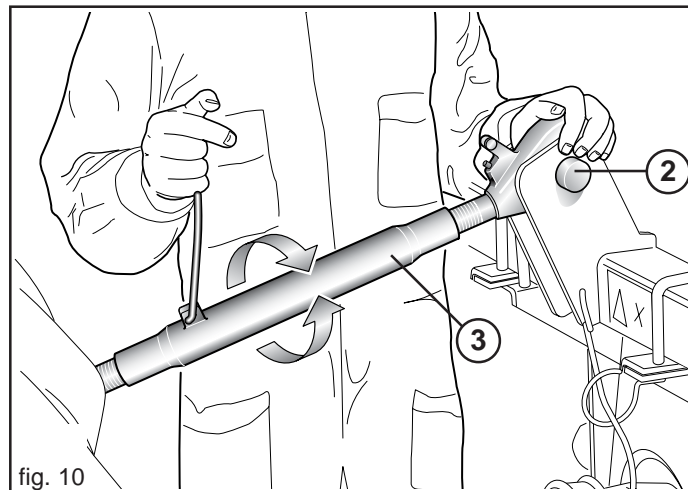
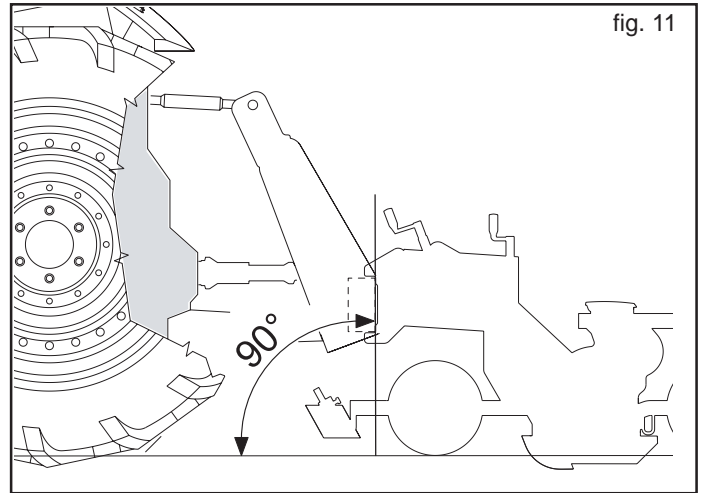

fig. 10
fig. 11
- 2) Den oberen dritten Punkt (2 Abb. 10) ankuppeln. Der Stift muß durch seinen Splint blockiert werden; mit der
Einstellzugstange (1 Abb. 10) die Sämaschine senkrecht zum Boden ausrichten (Abb. 11).